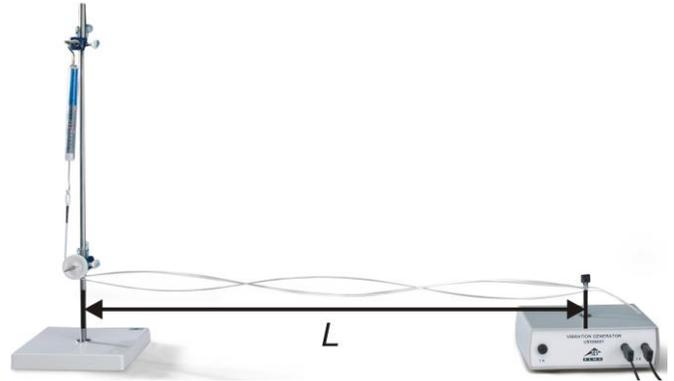

Fig. 4b: La figura mostra la lunghezza (effettiva)  $L$  della corda tesa.
- Impostare una distanza fra lo stativo con dispositivo di deviazione e il generatore di vibrazioni che corrisponda alla lunghezza (effettiva)  $L$  della corda (fig.4b) che è pari a ca. 90 cm. Tendere la corda con l'ausilio del dinamometro ( $F \approx 0,6 \text{ N}$ ) e bloccarla solo leggermente con la vite a testa zigrinata posta sullo spinotto del generatore di oscillazioni.